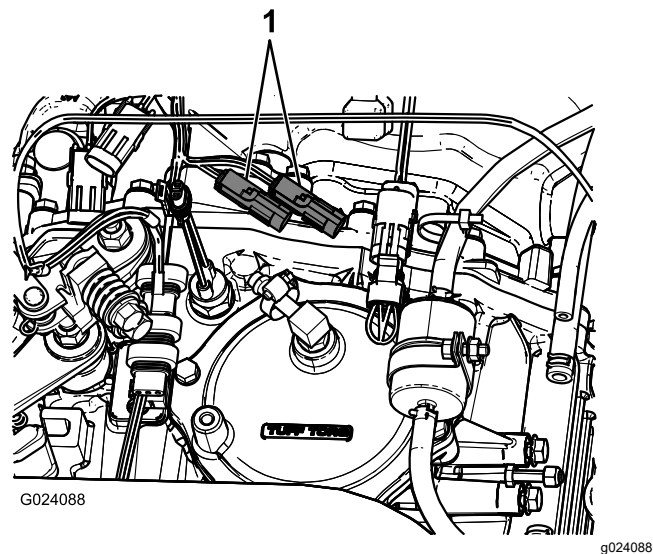

Figura 16
2. La transmisia mainii, conectați conectorul cu 3 pini al cablajului mainii pentru senzorul de viteză la conectorul cu 3 mufe al cablajului pulverizatorului pentru senzorul de viteză (Figura 16).